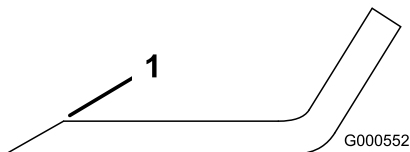

Рисунок 64
1. Заточите напильником режущую кромку на обоих концах ножа (Рисунок 64).
Примечание: Если нож не сбалансирован, удалите некоторое количество металла только с конца области загиба (Рисунок 64).